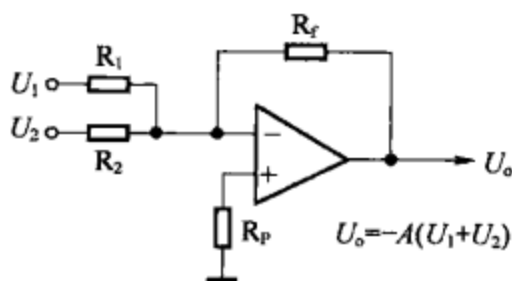

图 7-35
(1) 加法运算。图 7-35 所示为加法器电路，集成运放构成反相放大器， U_1 、 U_2 为相加电压， U_o 为和电压。当取 $R_1 = R_2 = R_f$ 时， $A = 1$ ，输出电压 $U_o = -(U_1 + U_2)$ ，实现了加法运算。 R_p 为平衡电阻，用于平衡输入偏置电流造成的失调。